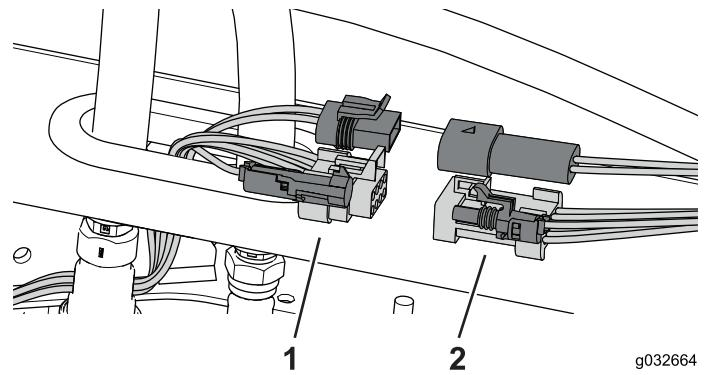

図 108
3. 機体のワイヤハーネスからキャブ用のイヤハーネスを外す**図 108**。